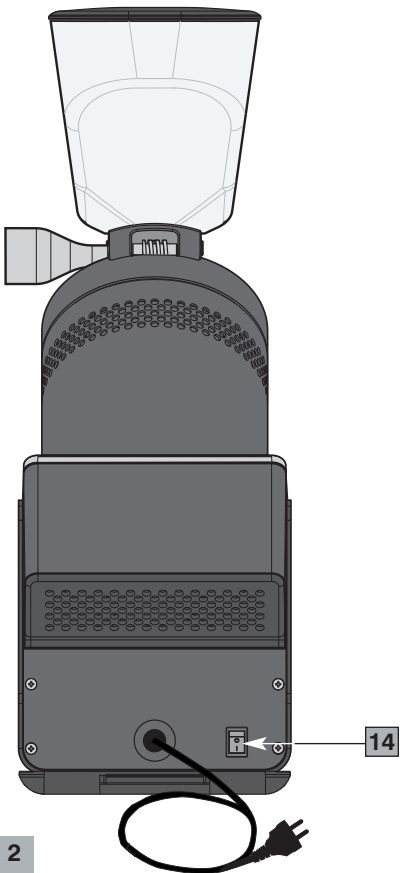
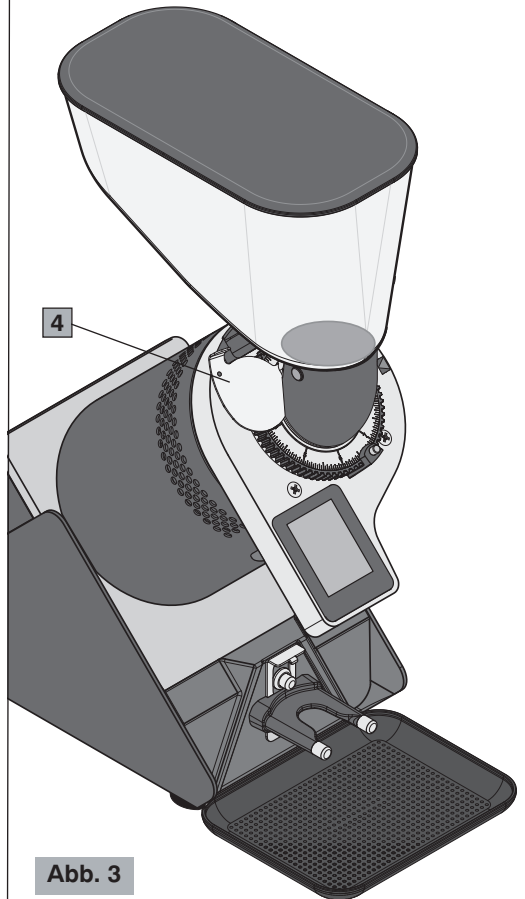
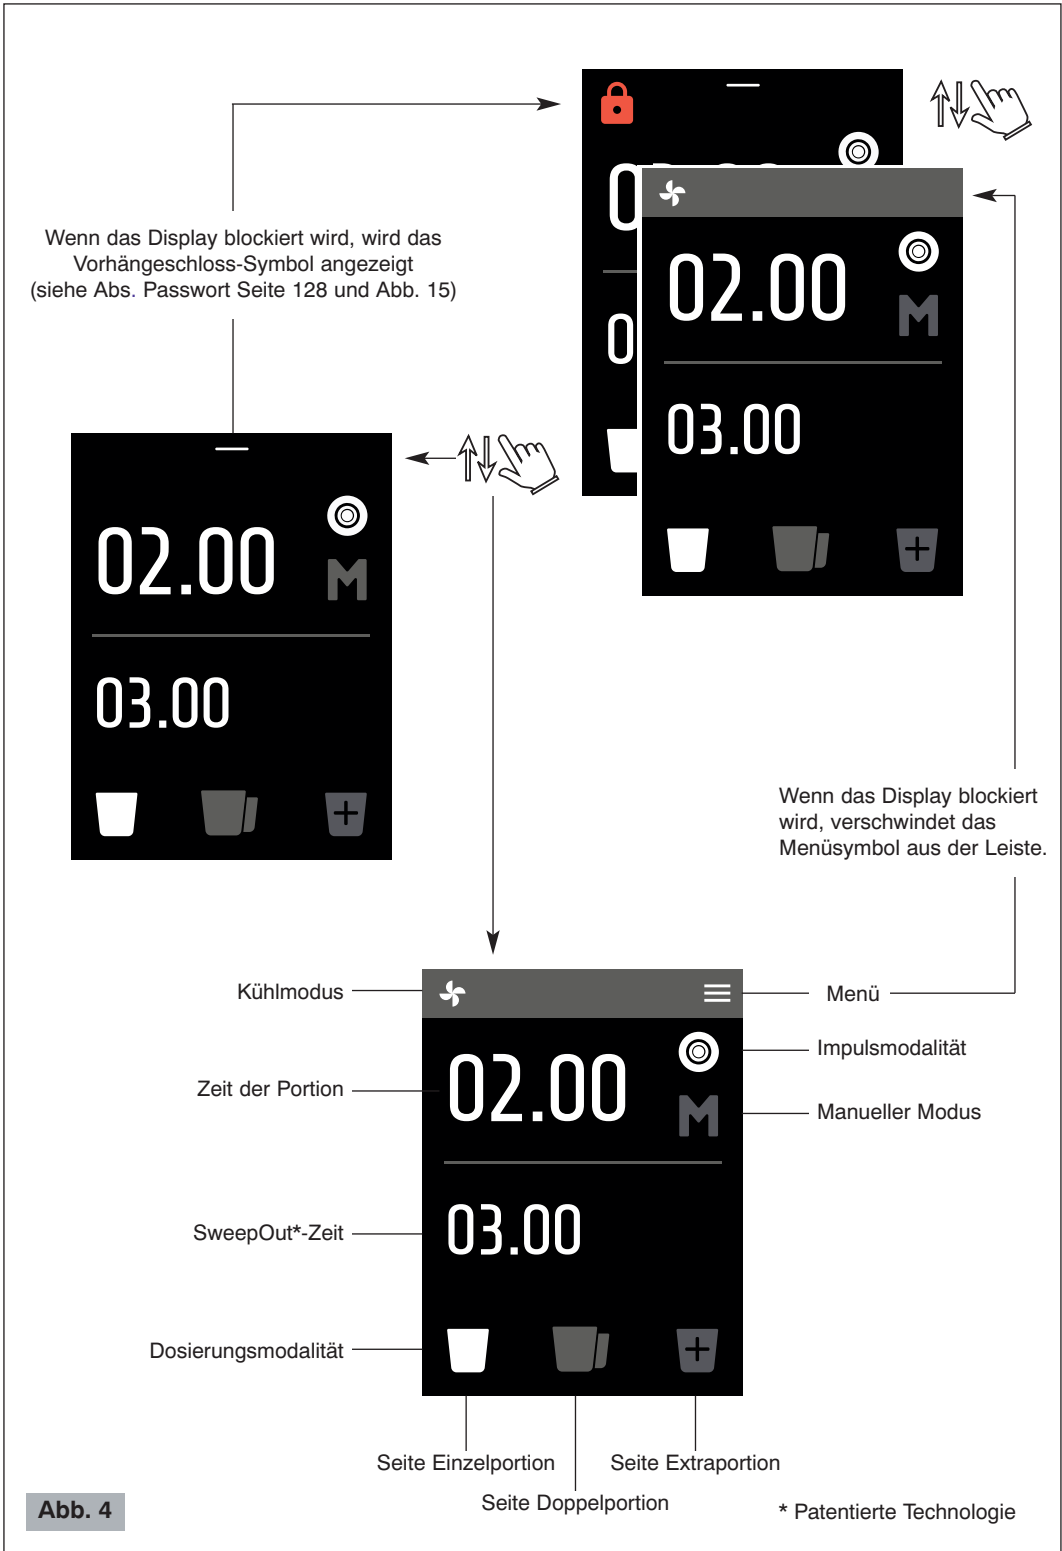

Abb. 2
Abb. 3
Abb. 4
### Hauptkomponenten (Abb. 1, Abb. 2, Abb. 3, Abb. 4)
| 4 | Kaffeebohnenbehälterverschluss (Abb. 3) | 13 | Auflage                              |
| 5 | Einstellring zum Mahlen                 | 14 | ON-OFF (I-O)-Schalter (Abb. 2)       |
| 7 | Schalttafel (Abb. 1 und Abb. 4)         | 16 | Anzeigescheibe der Kaffeebohnengröße |
Bevor der Stecker in die Steckdose gesteckt wird muss man sich vergewissern, dass sich der ON-OFF-Schalter (14 Abb. 2) auf "O" (ausgeschaltet) befindet.
6. Sich vergewissern, dass der Kaffeebohnenbehälter korrekt aufsitzt und der Kaffeebohnenbehälterverschluss (4 Abb. 3) vollständig bis zum Anschlag offen ist.
- 2 Den ON-OFF-Schalter (14 Abb. 2) auf "I" einstellen. Die Schalttafel schaltet sich ein (7 Abb. 1) (siehe Abb. 4).